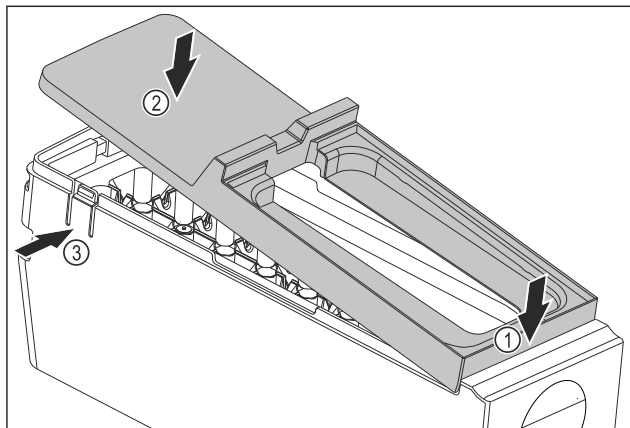

Fig. 108
- Abdeckung des EasyTwist-Ice-Korpus montieren: Abdeckung vorne ansetzen. Fig. 108 (1)
- Abdeckung hinten absenken. Fig. 108 (2)
- Abdeckung rastet hörbar in beiden Laschen Fig. 108 (3) ein.